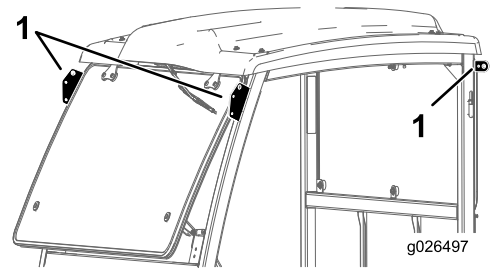

Figura 5
1. Eleve el bastidor de la cabina usando los puntos de izado y colóquelo sobre la máquina (Figura 5).